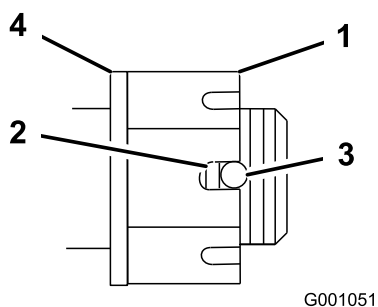

Figure 59
4. Serrez l'écrou crénelé à 170 Nm (125 pi-lb) (Figure 59).
5. Mesurez l'espace entre la base de la fente de l'écrou et le bord intérieur du trou. On ne doit pas voir plus de deux filets (Figure 59).
7. Serrez l'écrou crénelé à 170 Nm (125 pi-lb) (Figure 59).
8. Serrez l'écrou jusqu'à ce que la série de fentes suivante soit en face du trou de l'axe (Figure 59).